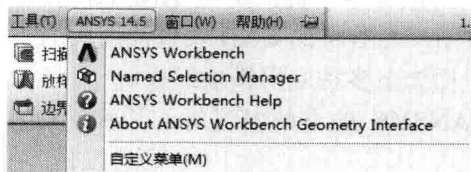

图 1-2 通过 Solidworks 启动
- 通过 CAD 软件启动, 在安装 ANSYS Workbench 14.5 时可以选择嵌套 Workbench 到一些 CAD 软件中, 通过这些嵌入的菜单可以进入 ANSYS Workbench。图 1-2 为通过 Solidworks 进入 Workbench 的方法。关于这方面的内容读者可以参考第 2 章中 CAD 与 Workbench 连接的相关内容。